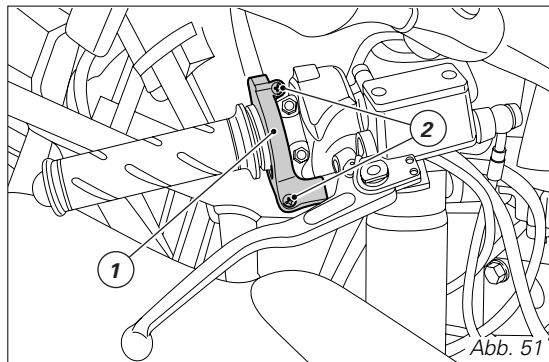

Abb. 51
Beim Gaszug ist es empfehlenswert, erst den Deckel (1, Abb. 51) der Steuerung, durch Lösen der zwei Befestigungsschrauben (2), abzunehmen und das Leitungsende und die Zugrolle einzufetten.